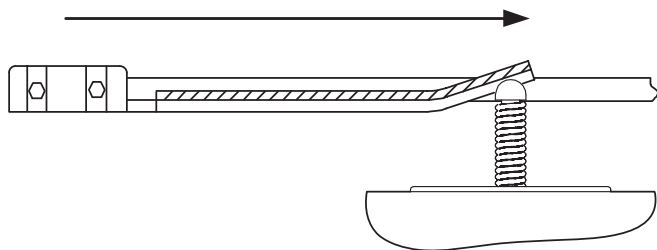

Рисунок 9. Кронштейн конечных положений
- Расположите соответствующий кронштейн (рис. 9) на зубчатой рейке таким образом, чтобы его изогнутая пластина нажимала пружинный рычаг привода, вызывая его срабатывание. Учтите возможность небольшого перемещения створки (20...30 мм) после срабатывания конечного выключателя привода. После определения нужного положения закрутите болты кронштейна. Для предотвращения смещения кронштейна после окончательной настройки работы привода рекомендуется подсверлить на зубчатой рейке точки зажима болтов кронштейна.